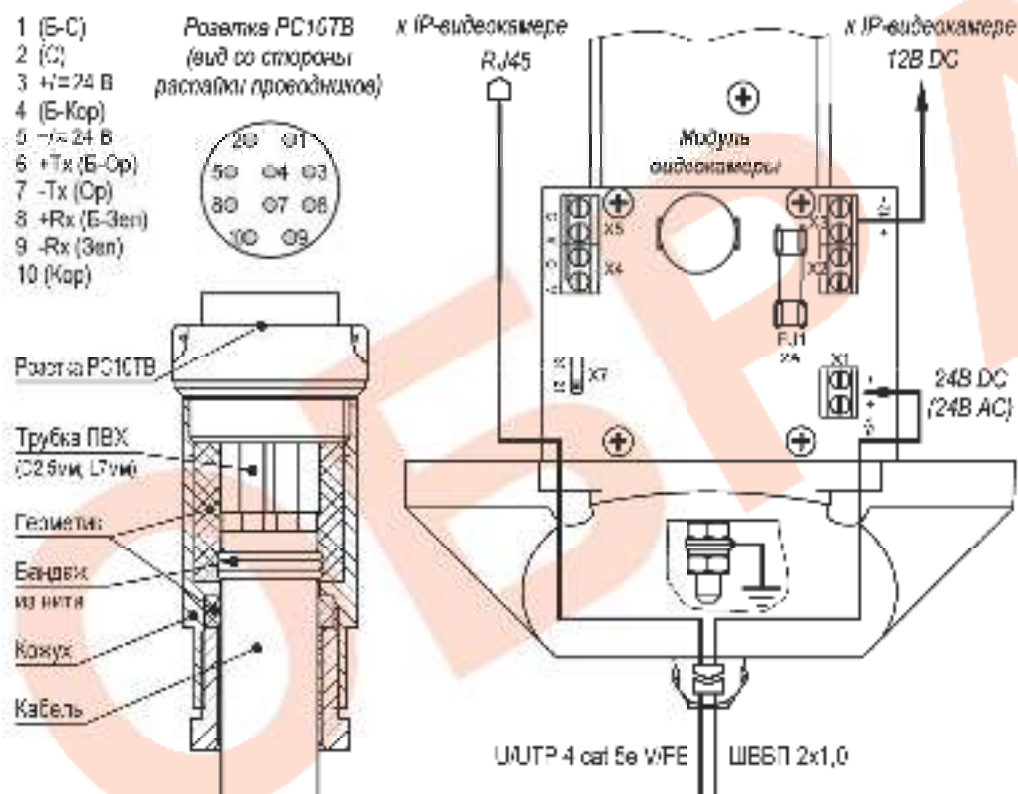

Рис.2 Распайка разъема PC10TB и схема подключения IP-видеокамеры
1. Распаять обратную часть разъема PC10TB согласно требованиям к электромонтажу в соответствии с рис.2. После распайки разъем заполнить герметиком кремнийорганическим.
5. При необходимости изменить мощность обогрева, выкрутить 4 винта крепления задней крышки гермобокса, вывинуть модуль видеосъемки из кожуха и установить джампер X7 в нужное положение (рис.2). Установить модуль видеосъемки обратно в кожух. Закрутить 4 винта крепления задней крышки с усилием $5 \pm 0,5 \text{ Нм}$.
Предприятием изготовителем джампер Х7 установлен в положение «31» - мощность обогрева 31 Вт, для изменения мощности на 21 Вт джампер Х7 необходимо переставить в положение «21» (см. рис.2).